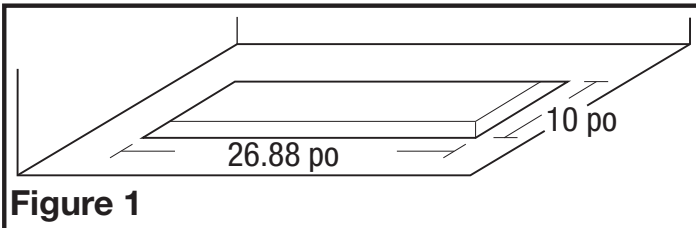

Figure 1
1. La plupart des codes de bâtiments exigent un matériel non-combustible au-dessus de la surface de cuisson. Si vous avez le bois ou un autre matériel combustible sur le fond de vos cabinets, on vous recommande d'utiliser le revêtement facultatif de hotte (voyez à la section 3). Si vous avez un matériel non-combustible, faites un trou profond de 26.88 po sur 10 po dans le cabinet ou le panneau où l'unité d'alimentation sera montée (**Figure 1**).